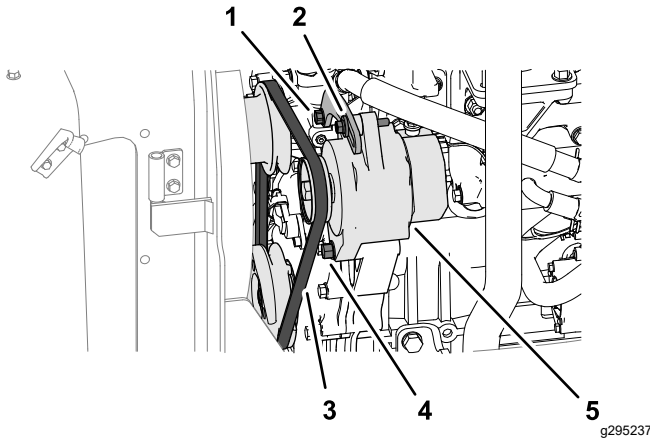

Figura 67
1. Aplique una fuerza de 10 kgf contra la correa del alternador (Figura 67), en el punto intermedio entre las poleas.
- Si la desviación de la correa es inferior a 10 mm, afloje el perno del pivote del alternador y el perno tensor (Figura 67), y reduzca la tensión de la correa.
- Si la desviación de la correa es superior a 10 mm, afloje el perno de pivote del alternador y el perno tensor (Figura 67), y aumente la tensión de la correa.
Nota: Si es necesario, afloje el perno de la placa tensora (Figura 67).
3. Apriete los pernos (Figura 67).